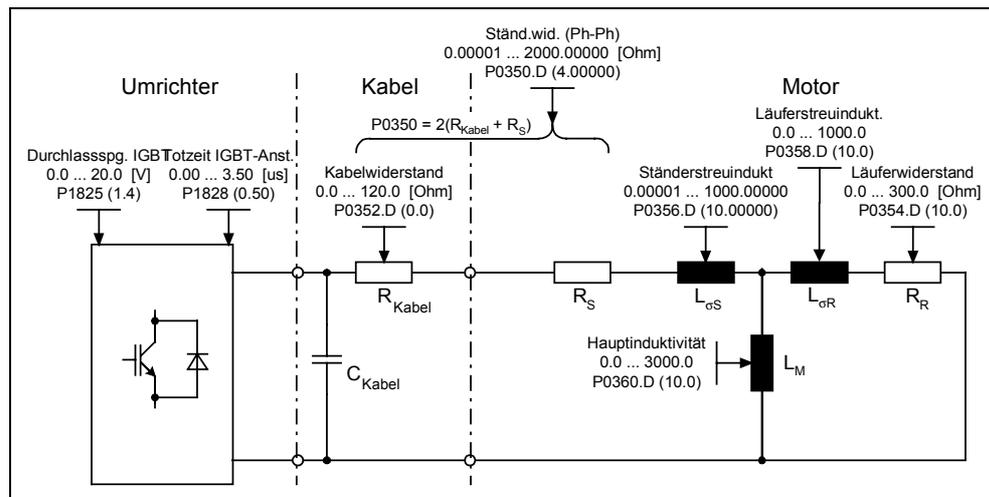

Bild 3-23 Ersatzschaltbild (ESB)
Das Berechnen der internen Motor- / Regelungsdaten wird durch den Parameter P0340 bzw. indirekt durch die Parameter P3900 (siehe Kapitel 3.5.2) oder P1910 (siehe Kapitel 3.5.4) angestoßen. Die Funktionalität von Parameter P0340 kann zum Beispiel dann genutzt werden, wenn die Ersatzschaltbilddaten (siehe Bild 3-23) oder die Trägheitsmomente bekannt sind. Für P0340 sind folgende Einstellungen möglich:
- Ersatzschaltbilddaten (ESB, siehe Bild 3-23) → P1910 = 1
Wird die Motordatenidentifikation zum ersten Mal gestartet, so wird ausgehend von den Typenschilddaten (Bemessungsdaten) mit P1910 = 1 folgende Daten (siehe Bild 3-23) ermittelt:
Neben den Ersatzschaltbilddaten kann mittels der Motordatenidentifikation (P1910 = 3) die Magnetisierungskennlinie des Motors (siehe Bild 3-23) ermittelt werden. Wird die Motor-Umrichter-Kombination im Feldschwächbereich betrieben, so sollte diese Kennlinie insbesondere bei der Vektorregelung bestimmt werden. Durch diese Magnetisierungskennlinie kann MICROMASTER im Feldschwächbereich den feldbildenden Strom exakter berechnen und damit eine höhere Momentengenauigkeit erzielen.